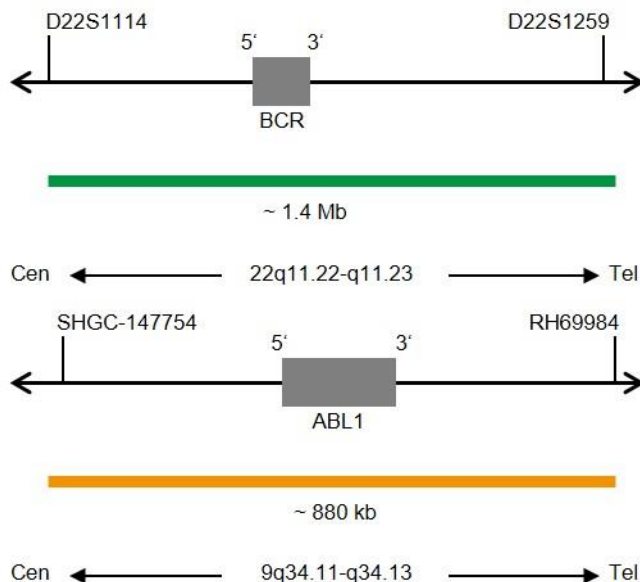

Abb. 1: Oben: SPEC BCR Sondenlokalisation; Unten: SPEC ABL1 Sondenlokalisation (nicht maßstabsgetreu)
- ZyGreen (Anregung 503 nm/Emission 528 nm) markierten Polynukleotiden (~12,0 ng/μl), die gegen Sequenzen in 22q11.22-q11.23* (chr22:23,000,029-24,431,064) gerichtet sind, welche die BCR-Genregion enthalten (siehe Abb. 1).
- ZyOrange (Anregung 547 nm/Emission 572 nm) markierten Polynukleotiden (~6 ng/μl), die gegen Sequenzen in 9q34.11-q34.13* (chr9:133,223,081-134,103,849) gerichtet sind welche die ABL1-Genregion enthalten (siehe Abb. 1).